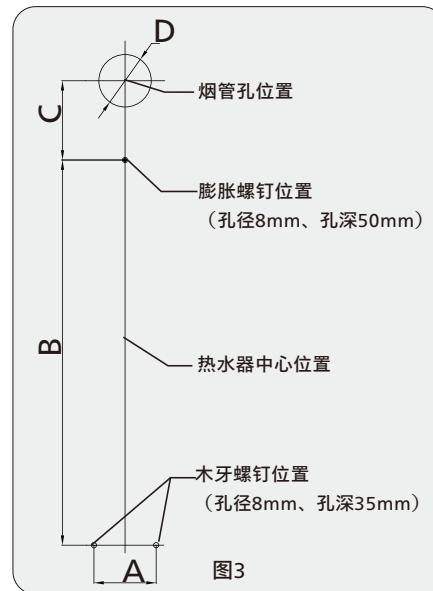

图3
2、按图3位置和要求钻孔，所钻的孔应能保证热水器安装后垂直；